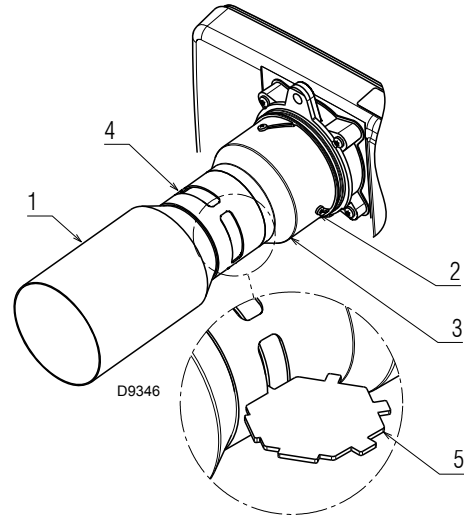

Abb. 18
- Schrauben 2) (Abb. 18) lockern und das FI amrohr 3) leicht drehen. Der wüschte Öffnungswert wird aus Tab. A, Seite 16 ersichtlich. Zur Einstellung kann die beiliegende Schablone 5) verwendet werden, wie Abb. 18 zeigt.